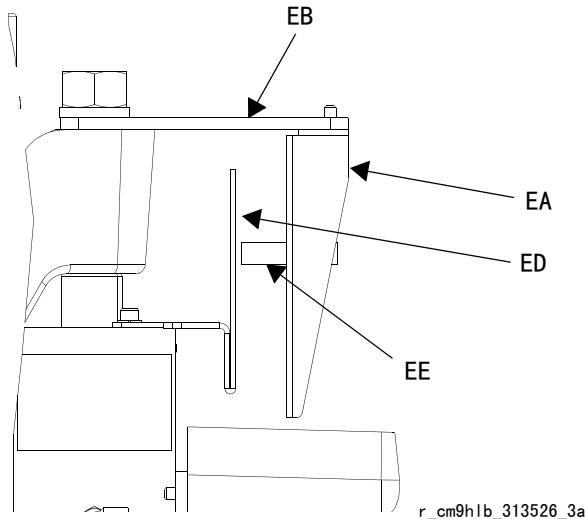

图 10：S20 供给系统
5. 对于 S20 供给系统：将致动器 (ED) 固定在立柱气缸端盖上，在料桶液位低或料桶空料时的正确液位处，让传感器 (EE) 从支架 (ED) 前面通过。参见图 10。